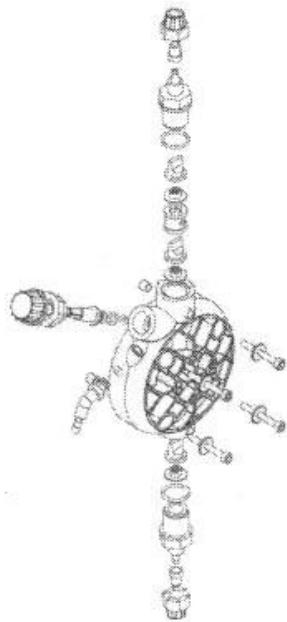

Рис.11
- *концентрации добавки в трубопроводах; уменьшение этой концентрации может быть вызвано износом клапанов, в этом случае клапана следует заменить (рис. 11), или может быть вызвано забиванием фильтра, который следует очистить, как описано ниже в пункте 3 .*
Для того чтобы слить из насоса воду, нужно отсоединить насос от контура, перевернуть его вверх ногами и подержать в этом положении 15-30 секунд. Если эту операцию выполнить невозможно, снимите с насоса головку (рис. 11), отвернув для этого четыре винта, а затем снова установите ее на место.